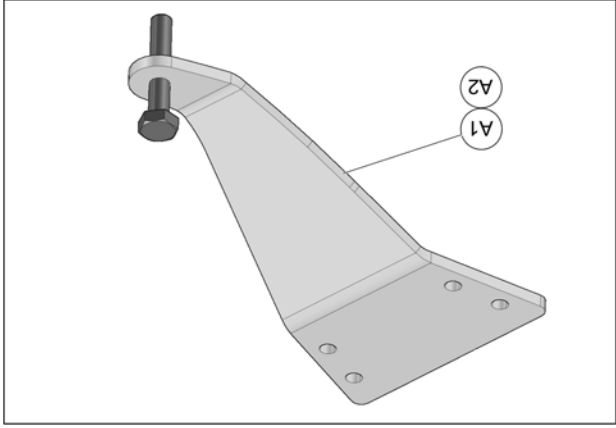

Fig. 14
4. Insérer un boulon à l'extrémité de chacun des ancrages de suspension avant (A1-A2). Fig. 14.